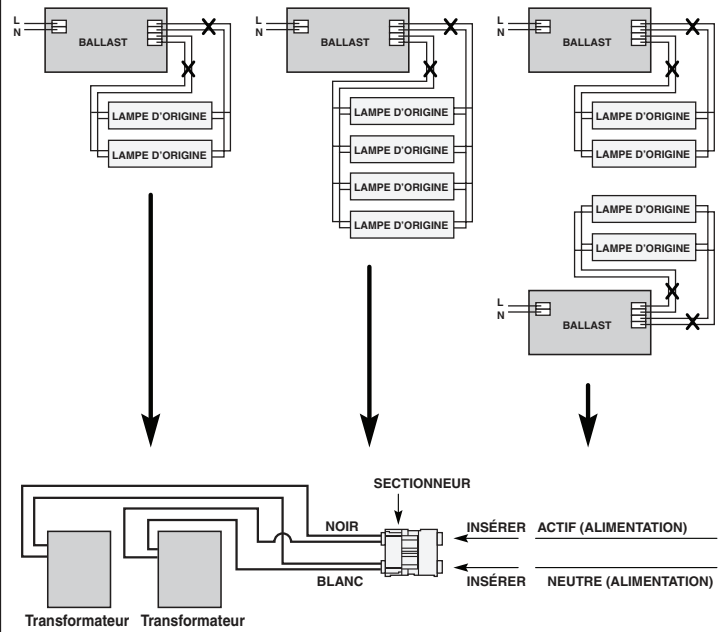

Figure 5.0
3. Appliquer l'étiquette de garniture sur le luminaire vide dans une zone visible (**figure 5.0**).
4. Installer la terminaison libre du sectionneur aux fils d'alimentation du luminaire. Fil actif (+) vers le port noir. Blanc (-) neutre vers l'autre port (**figure 5.0**).